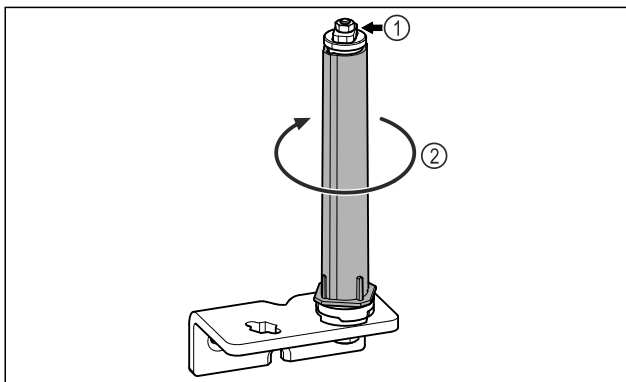

Fig. 29
- ▶ Mos e zbërtheni sistemin e mbylljes së derës Fig. 29 (1).
- ▶ Rrotulloni sistemin e mbylljes Fig. 29 (2) derisa të kërcasë.